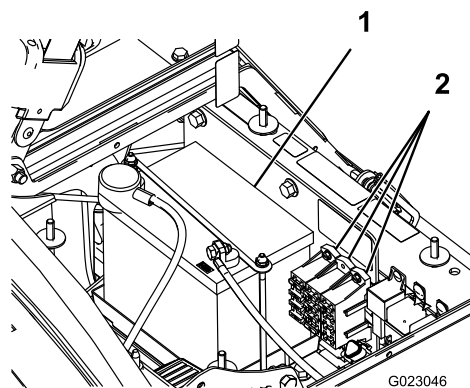

Figura 32
Existem 2 blocos de fusíveis e 1 ranhura vazia no sistema eléctrico. Encontram-se debaixo do banco (Figura 32).
2. A bateria encontra-se no lado direito da máquina por detrás da bomba (Figura 32).
5. Retire as fixações e os fechos da bateria (Figura 32).
2. Coloque a fixação da bateria, assim como os fechos que retirou anteriormente (Figura 32).
4. Coloque a cobertura da bateria e aperte-a com os 2 manípulos (Figura 32).
1. Desaperte os manípulos na parte lateral da caixa da bateria e retire a cobertura da bateria (Figura 32).